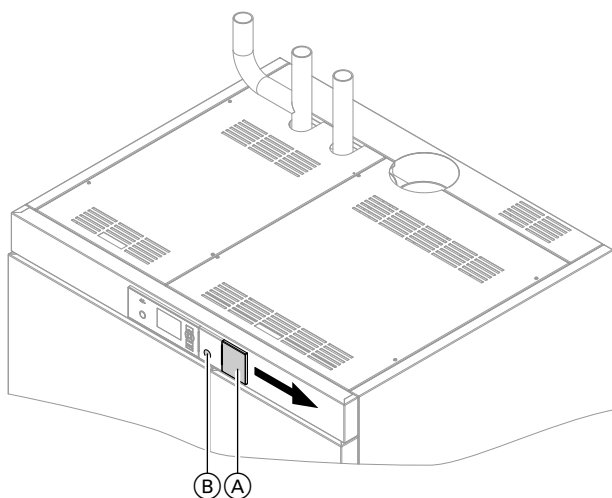

Abb. 7
- Hinter der Abdeckung der Bedieneinheit: Siehe Abbildung 7.